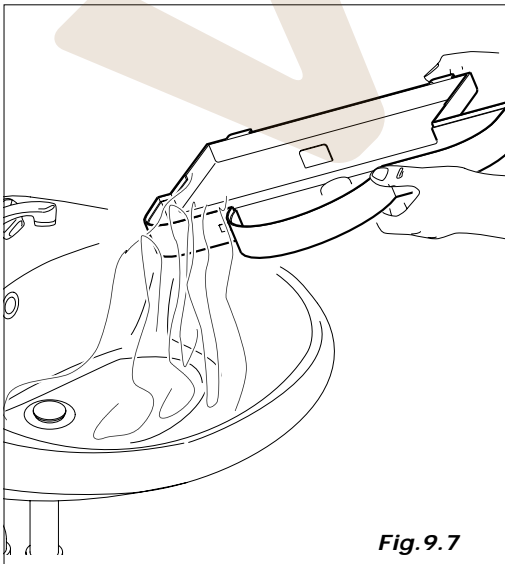

Fig. 9.7
- sacar el cubo de residuos para limpiarlo o sustituirlo (Fig. 9.7)